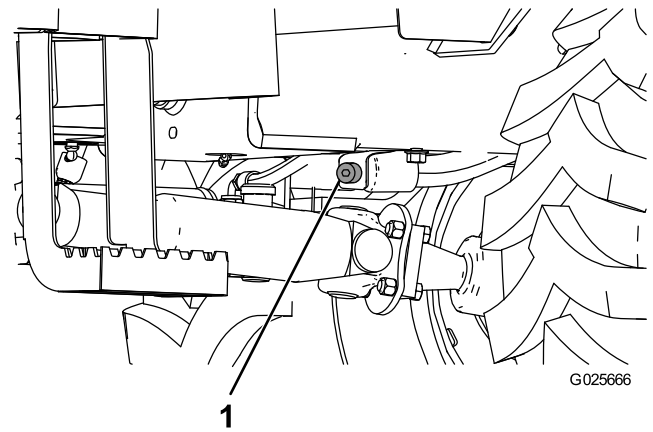

Figura 30
3. Retire el tapón de llenado y el tapón de vaciado (Figura 30).